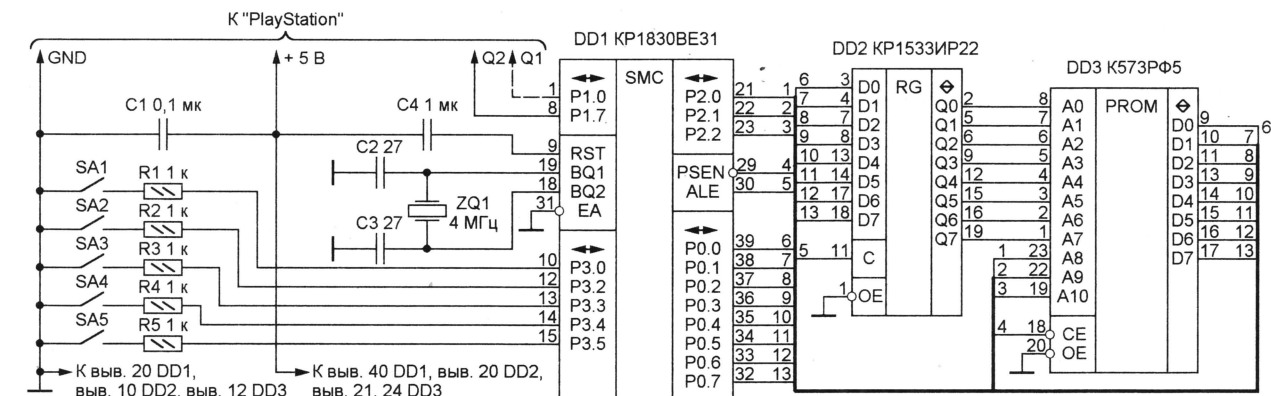

Рис. 4
Для дальнейших исследований потребуется программируемый генератор импульсных последовательностей. На рис. 4 приведена схема такого генератора на микроЭВМ KP1830BE31 (KP1830BE51). Программа его работы (табл. 3) занесена в ПЗУ DD3 K573PФ5 (K573PФ2). Регистр-защелка адреса DD2 включен по стандартной схеме. Переключателями SA1–SA5 задают логические уровни переменной части КП. Например, установив переключатели SA1 и SA3 в замкнутое (0), а остальные – в разомкнутое (1) положение, получим КП с кодом 11010.
Можно решить задачу и с помощью распространенных микроЭВМ серий КР1830, КМ1830, имеющих низкое энергопотребление и программно совместимых с известным семейством MSC-51 фирмы Intel. Используемый для экспериментов генератор импульсных последовательностей – по сути дела, готовый блок адаптации на микроЭВМ КР1830ВЕ31. Кроме сигнала Q2, он формирует и Q1 (в программе, приведенной в табл. 3, это предусмотрено). Последние снимают с любого из четырех младших разрядов порта P1 (выводы 1–4 микросхемы DD1), как показано на рис. 4 штриховой линией. Заранее зная ключевую КП, переключатели SA1–SA5 можно заменить перемычками.